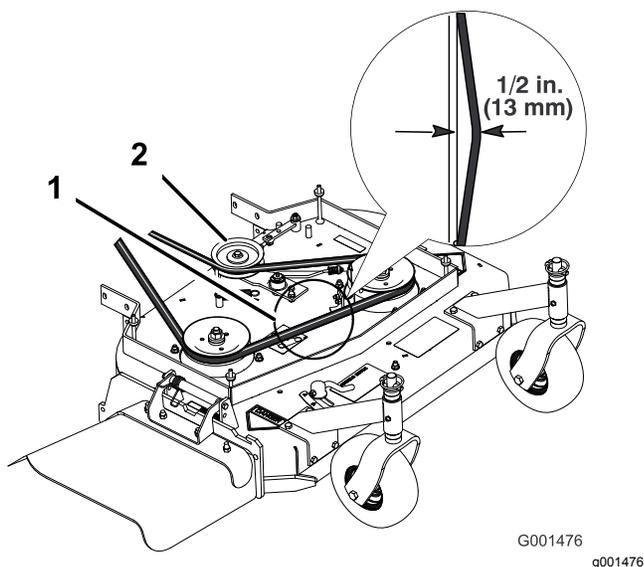
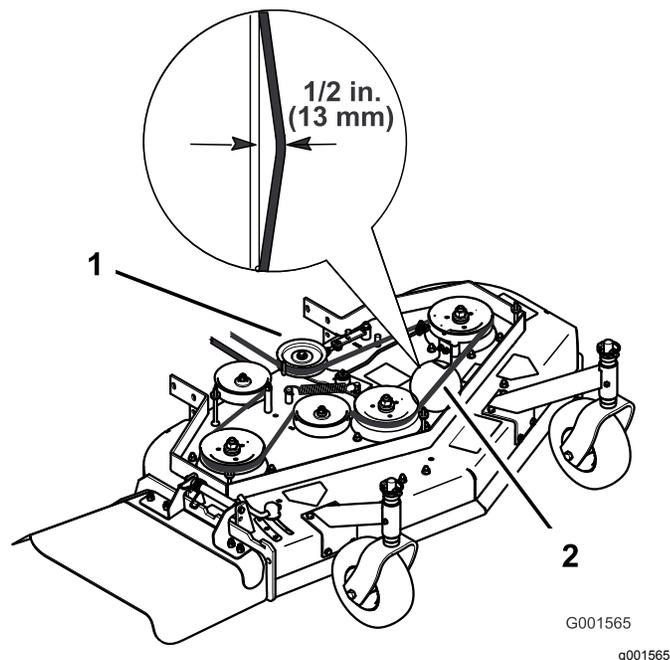

Figure 42
Figure 43
Remarque: La tension correcte de la courroie du tablier de coupe est de 44 à 67 N·m (10 à 15 pi-lb) avec une flèche de 13 mm (½ po) à mi-chemin entre les poulies (Figure 42 ou Figure 43).
3. Desserrez le contre-écrou sur le tendeur (Figure 42).
4. Tournez le tendeur vers l'arrière de la tondeuse pour augmenter la tension sur la courroie. Tournez le tendeur vers l'avant de la tondeuse pour réduire la tension sur la courroie (Figure 42).
Remarque: La tension correcte de la courroie du tablier de coupe se situe entre 44 à 67 N·m (10 à 15 pi-lb) avec une flèche de 13 mm (½ po) à mi-chemin entre les poulies (Figure 42).
Remarque: La tension correcte de la courroie du tablier de coupe se situe entre 44 à 67 N·m (10 à 15 pi-lb) avec une flèche de 13 mm (½ po) à mi-chemin entre les poulies (Figure 43).